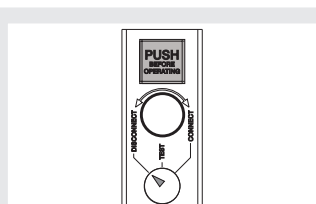

Figure 40
- disjoncteur en position débrogé (voir Figure 40).